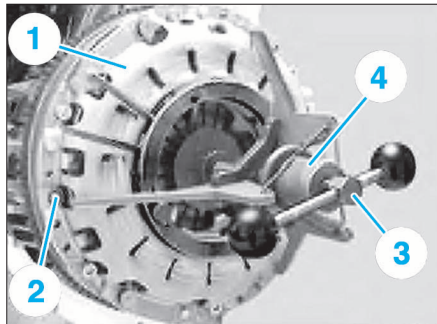

FIG. 10
- Placer le mécanisme d'embrayage (1) sur le volant moteur. Faire attention aux pions de centrage (2) (Fig.10).